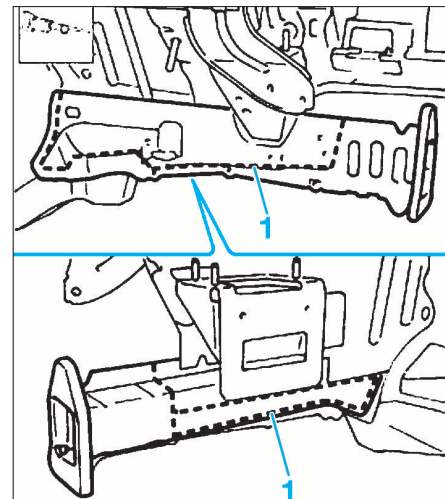

FIG. 6
- Découper et dépointer en zone (1) (Fig.6 et 7).